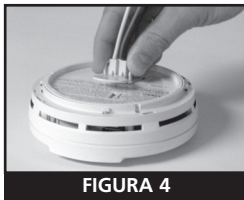

FIGURA 4
5. Conecte el CONECTOR RÁPIDO DE AC en la parte trasera de la alarma (ver figura 4), y asegúrese de que los pasadores en el conector encajen en su lugar. Luego introduzca el cable excedente en la caja eléctrica a través del agujero en el centro del soporte de montaje.